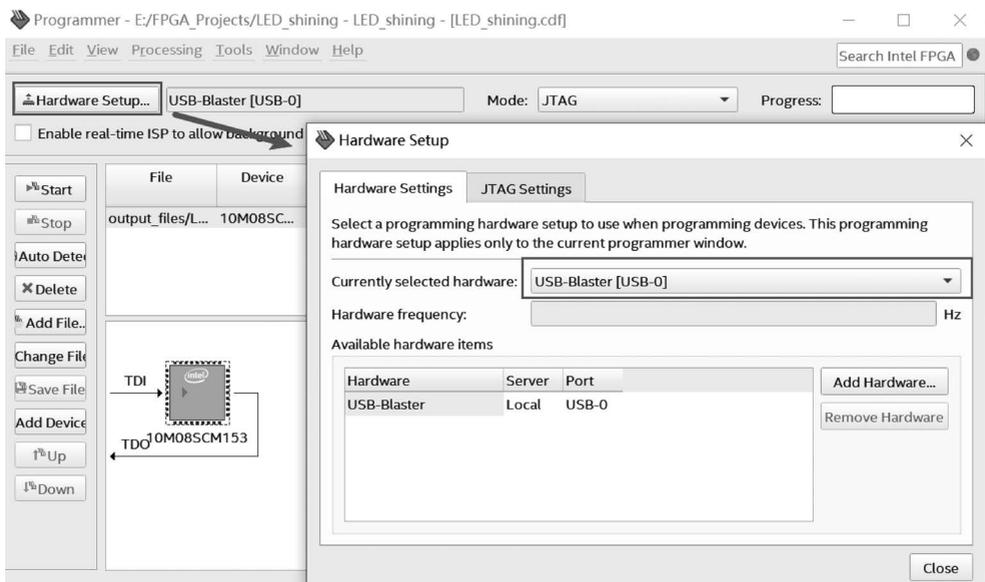

图 3.46 Quartus Prime 编程下载及驱动设置页面
(1) 使用 micro-usb 线将 STEP-MAX10 开发板连接至计算机 USB 接口, 选择菜单栏中的 Tools→Programmer 选项, 或单击工具栏中的 Programmer 按钮, 进入烧录界面。选择 Hardware Setup 选项, 选择硬件驱动为 USB-Blaster[USB-0]。Quartus Prime 编程下载及驱动设置页面如图 3.46 所示。